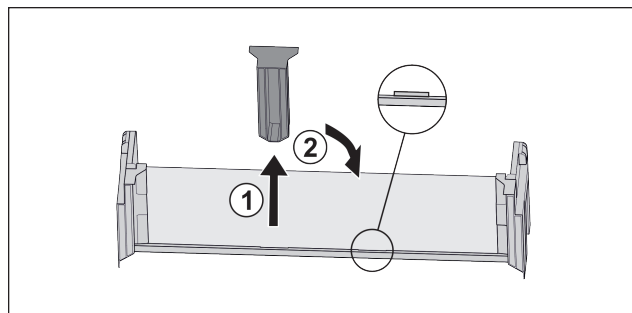

Fig. 18
- ▶ Stáhněte prostřední přídržný díl Fig. 18 (1).
- ▶ Vložte prostřední přídržný díl do druhé polohy Fig. 18 (2).